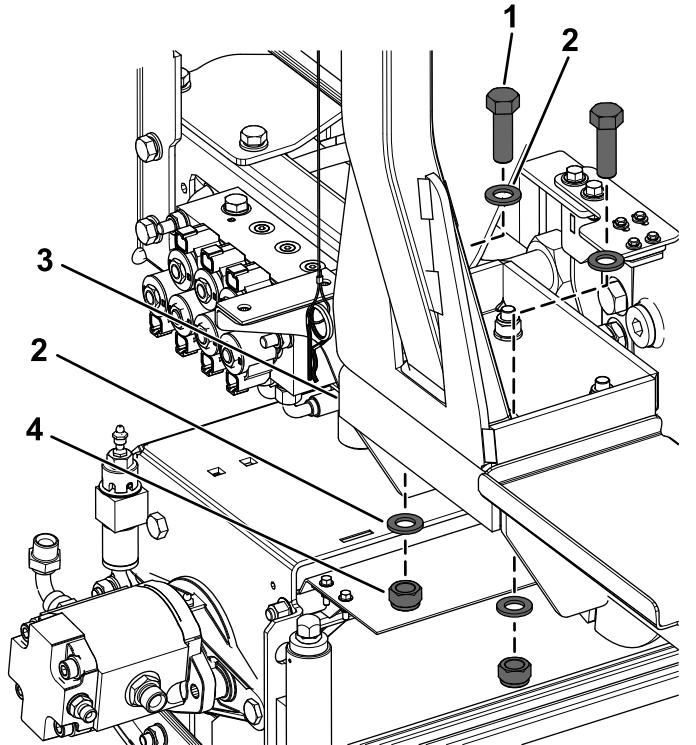

Figura 6
1. Rimuovete i 2 bulloni a testa esagonale (16 x 50 mm) le 4 rondelle e i 2 dadi di bloccaggio (16 mm) dalla staffa sinistra del ROPS (Figura 6). Eliminate i 2 dadi di bloccaggio (16 mm) e conservate i 2 bulloni a testa esagonale (16 x 50 mm) le 4 rondelle.